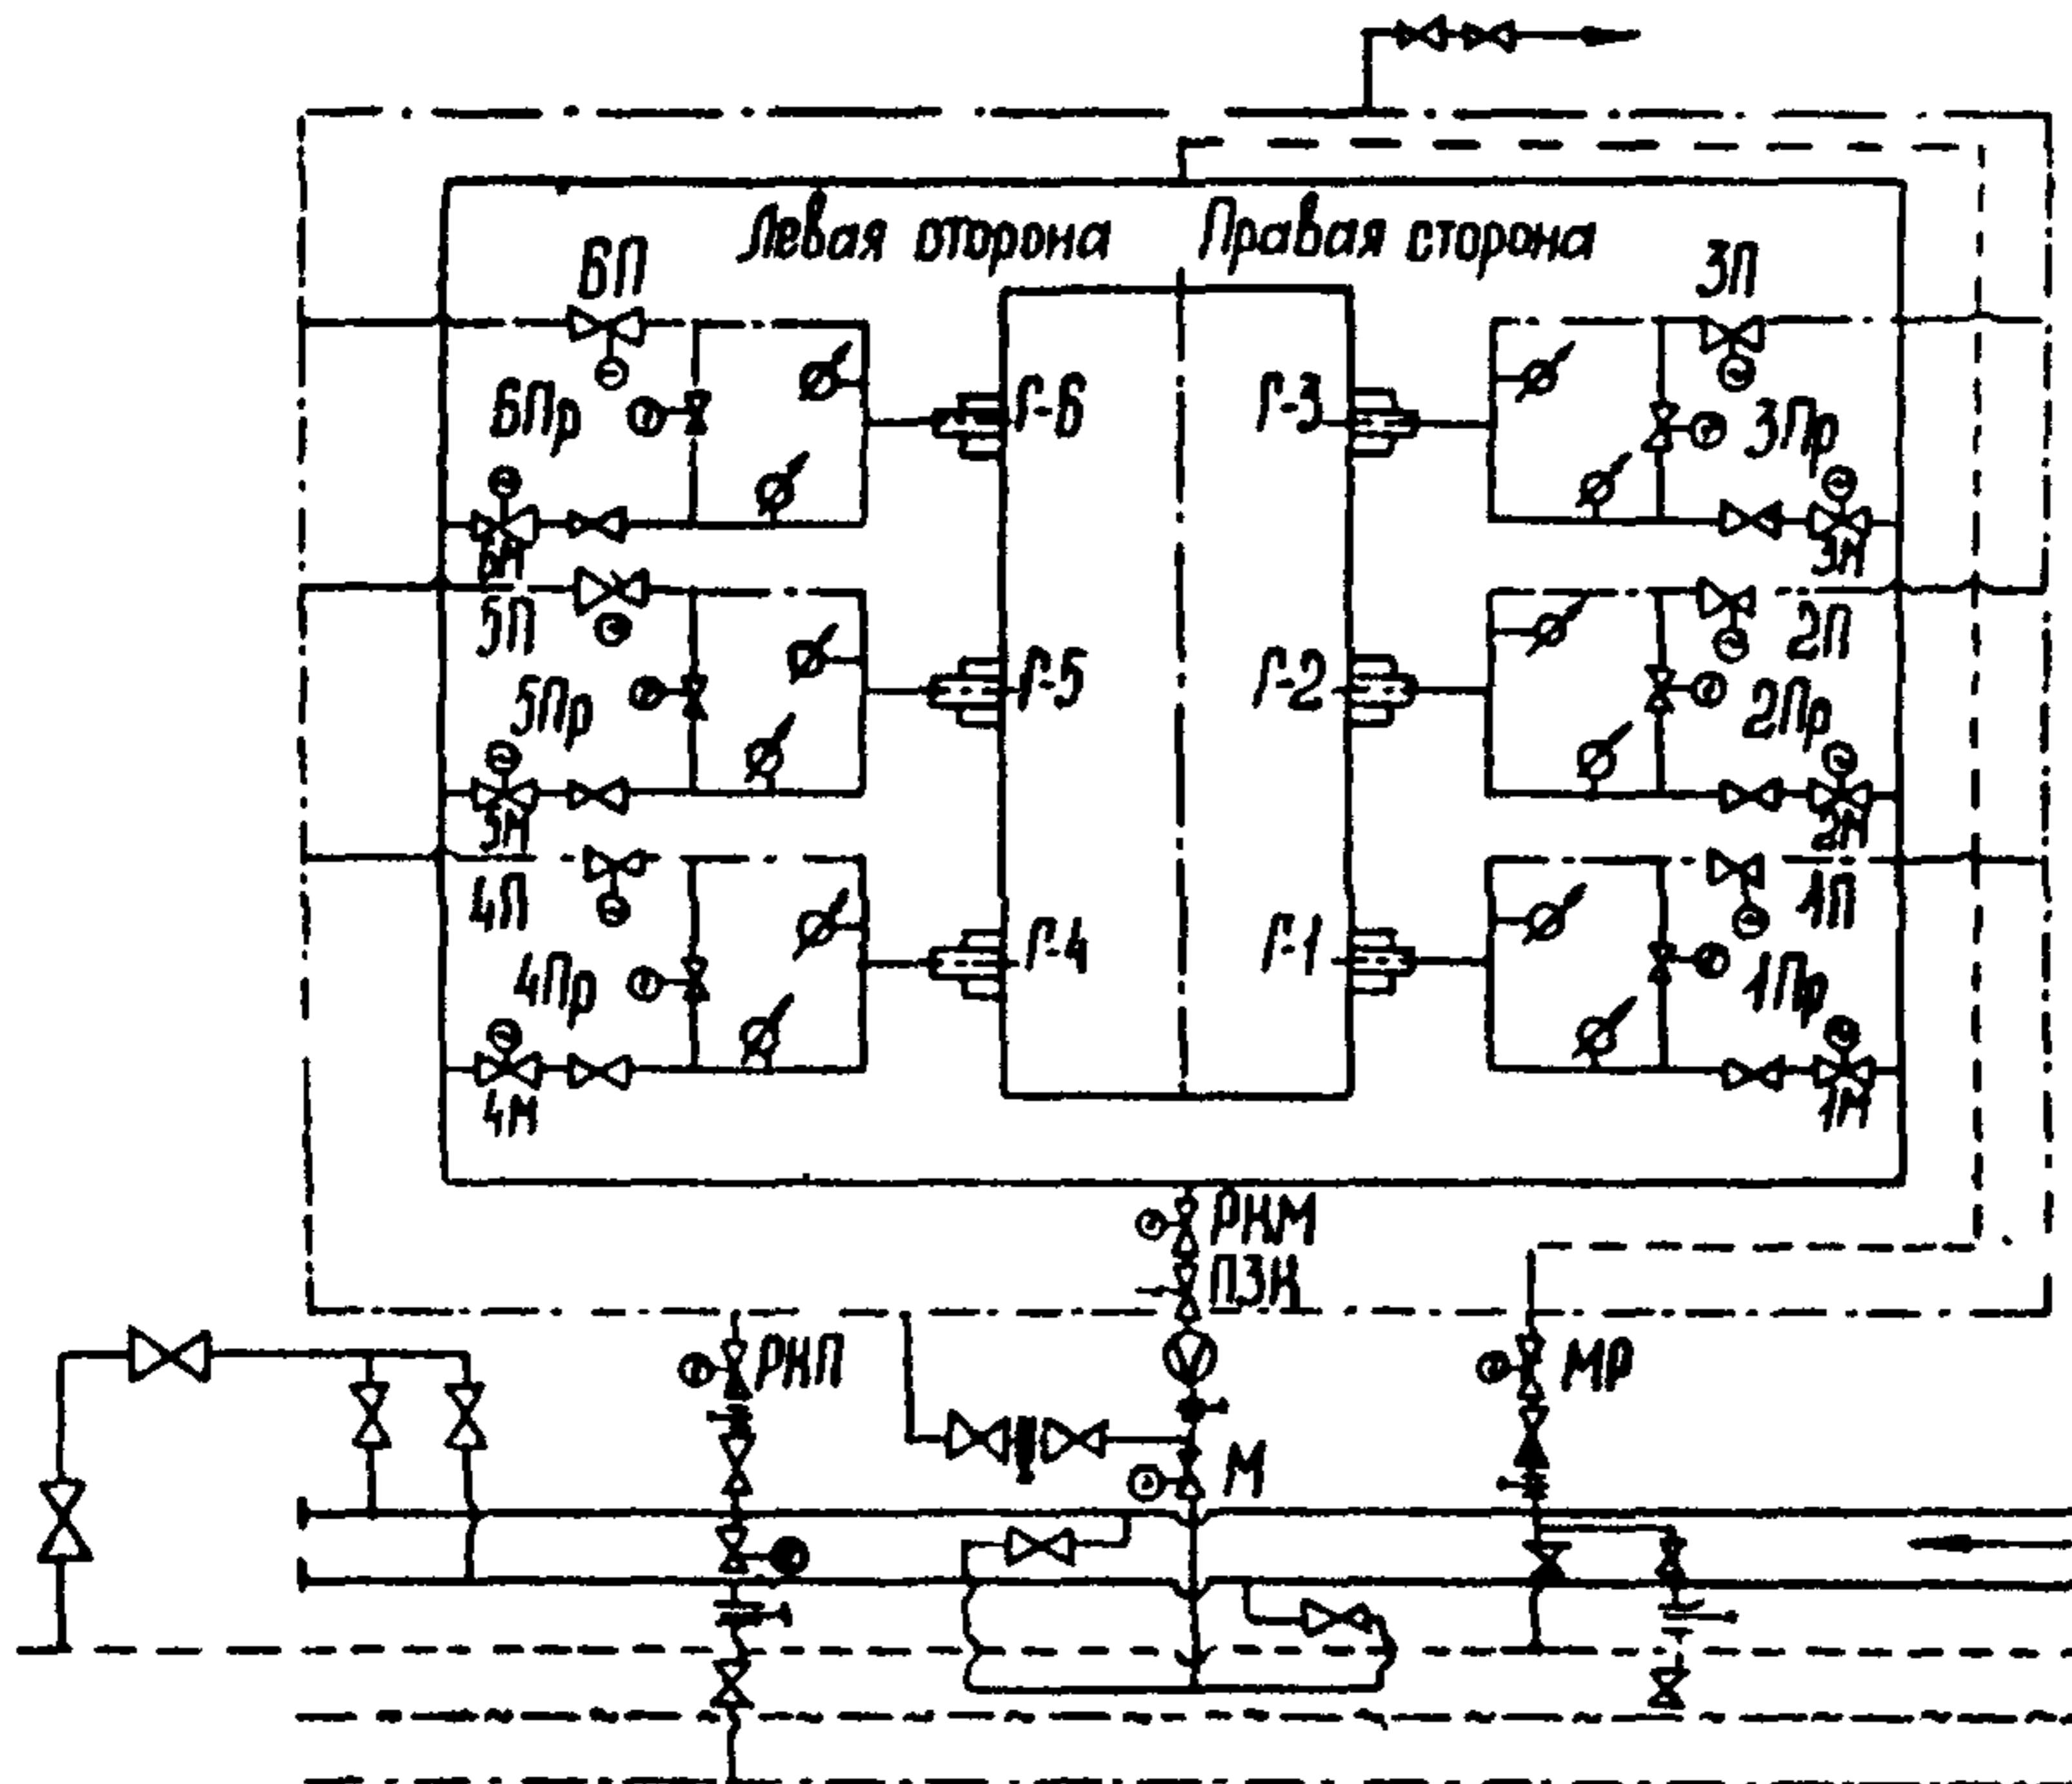

Рис. 2. Схема паромазутопроводов котла KVGM-180:
2.1.25.2. Проверьте закрытие всех вентилей и наличие всех заглушек на линии подачи пара в мазутопровод котла и на линии в дренажный коллектор (рис. 2).
откройте задвижку М на подводе мазута к котлу, клапан ПЗК, задвижку МР и ручной вентиль на линии рециркуляции мазута (см. рис. 2).